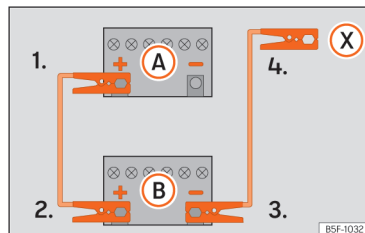

Fig. 210 Esquema de ligação para veículos sem sistema Start/Stop.
2. Ligue uma extremidade do cabo *vermelho* de emergência ao polo positivo (+) do veículo com a bateria descarregada (A).
3. Ligue a outra extremidade do cabo auxiliar de arranque *vermelho* ao polo positivo (+) do veículo que fornece a corrente (B).
4. Veículos sem sistema Start-Stop: ligue uma extremidade do cabo preto de emergência ao polo negativo (-) do veículo que fornece a corrente (B) »» Fig. 210.